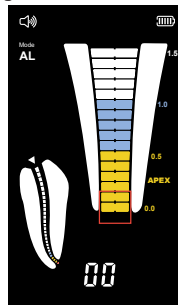

Bild 9
c) Efter påslagning, om indikeringsstapeln visar inom ± 1 staplar från inställningsratten 0,0 fungerar enheten normalt [Bild 9]. Om indikeringsfältet ligger utanför intervallet kan enheten inte mäta exakt. Kontakta i så fall den auktoriserade distributören eller tillverkaren för hjälp.